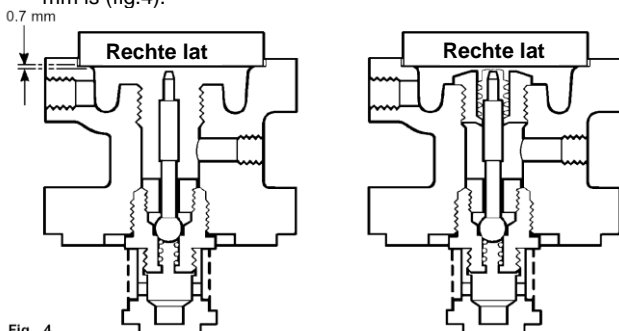

Fig. 4
2. Schroef tegenmoer (2) los en draai de regelschroef (1) in tegenwijzerszin tot de regelveer (6) ontspannen is.
3. Schuif C-drukkring (3) onder de tegenmoer uit en verwijder deksel (4).
4. Verwijder regelveer (6) en bovenste veerschotel (5).
5. Schroef de vier moeren (9) los (M10) en verwijder het veerhuis (8), de onderste veerschotel (7) en de servomembranen (10).
7. Schroef de 4 moeren (11) en verwijder het servoklephuis (30) maar zorg ervoor dat de veer (20) op de hoofdklep (21) blijft zoals het hoort.
8. Schroef, met behulp van een ringsleutel SW 27 mm, de servoklepzitting (14) met servoklepzeef (14a) los en verwijder de servoklepstoter (13).
9. Schroef de balgmembraanafdichting (12) los met een ringsleutel SW 24 mm. Indien nodig kan deze balgmembraanafdichting vervangen worden.
10. Nu wordt eerst de nieuwe servoklep (14) ingeschroefd en aangespannen tot 115 Nm.
11. Schuif de servoklepstoter (13) in vanaf de bovenkant en controleer of de speling tussen het uiteinde van de klepstoter en de rechte lat op de servomembraanzitting wel degelijk 0,7 mm is (fig.4).
13. Verifieer of er wel degelijk een kleine lichtspleet is tussen de rechte lat op de servomembraanzittingen de bovenkant van de dichtgedrukte balgmembraanafdichting (zie fig.4).
14. Alvorens terug samen te bouwen, verzeker er u van dat alle dichtingvlakken goed zuiver zijn en dat de veer (20) van de hoofdklep goed op haar plaats zit.
15. Plaats de nieuwe pakking (19) en monteer het servoklephuis. Span de 4 moeren (11) aan volgens tabel 1.
17. Plaats de twee servomembranen (10) terug en zorg ervoor dat alle contactoppervlakken zuiver zijn. **Monteer desnoods 2 nieuwe servomembranen.**
18. Plaats de onderste veerschotel (7) weer op zijn plaats en bevestig het veerhuis. De vier moeren (9) worden gelijkmatig aangespannen tot 50 Nm.
19. Monteer de regelveer (6) en de bovenste veerschotel (5) en draai de regelschroef (1) in wijzerszin tot de regelveer volledig ingedrukt is. Plaats deksel (4) en C-drukkring (3) terug.